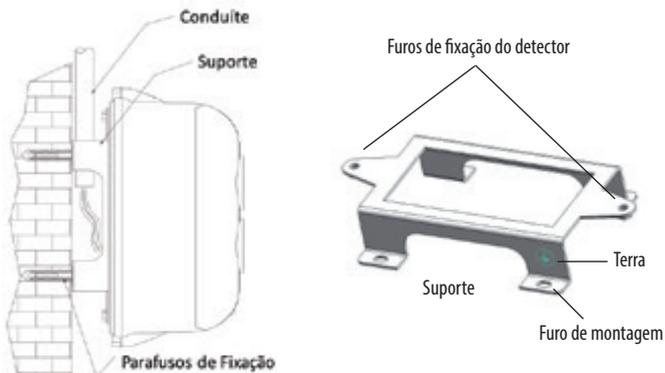

Fig. 10
- Método de montagem é mostrado na Fig. 10